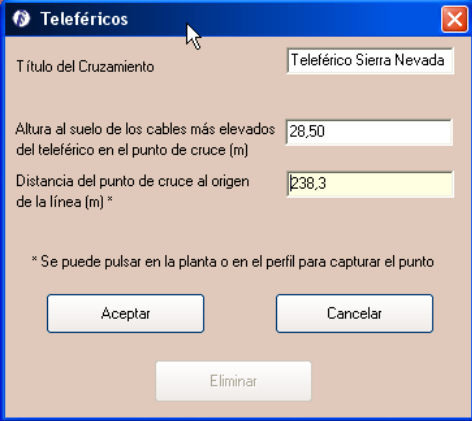

Figura 5.46. Cruzamiento con teleférico
- Cruzamiento con teleféricos y cables teletransportadores (). En la ventana de teleféricos (Figura 5.46) podemos introducir un cruzamiento indicando: